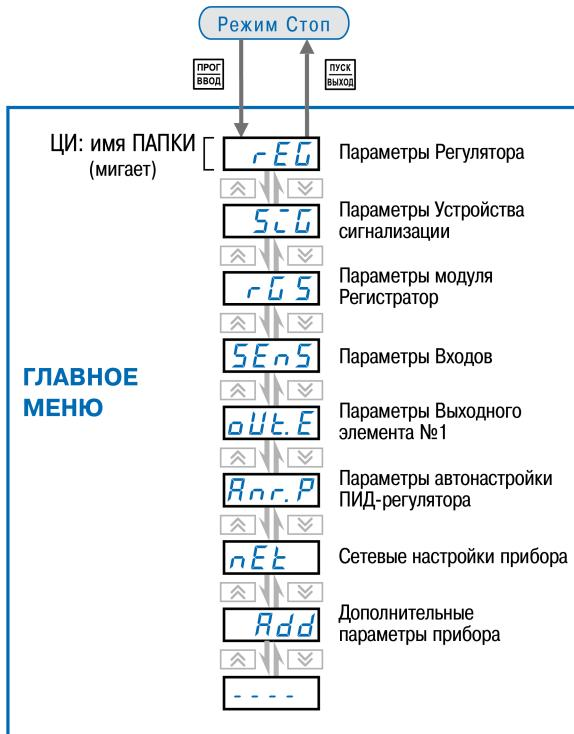

Рисунок 8.2 – Главное меню прибора
- Нажать и удерживать  2-3 секунды для входа в настройку. На ЦИ отобразится имя папки главного меню (см. *рисунок 8.2*), в которой сгруппированы параметры.